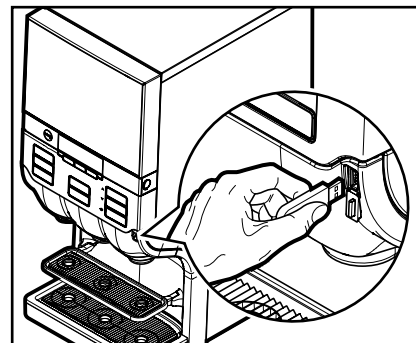

Fig. 23
- Sæt USB-aktiveringsnøglen ind i USB-porten på kaffemaskinen for at aktivere den midlertidige drikkeafspning. (Fig. 23)